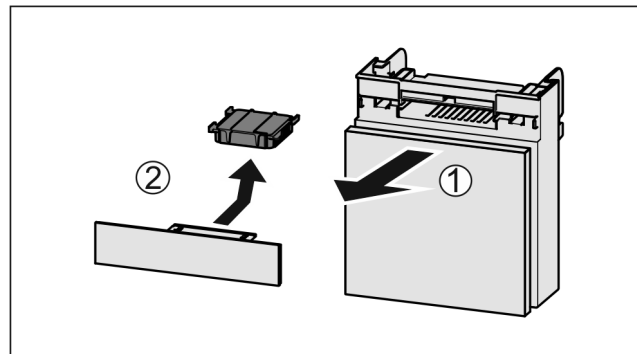

Fig. 181
- ▶ Lade vanaf de voorkant eruit trekken Fig. 181 (1).
- ▶ Actiefkoolfilter verwijderen Fig. 181 (2).